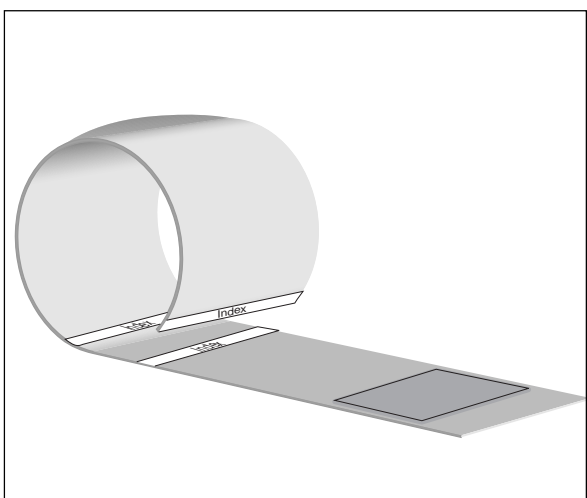

図 4-2 カフの装着
- カフを巻いたときに、カフの端にある白い破線が 2 本の **Index** 破線の間にあること (このようにならない場合は、別のカフサイズを選択してください。図 4-2 を参照)